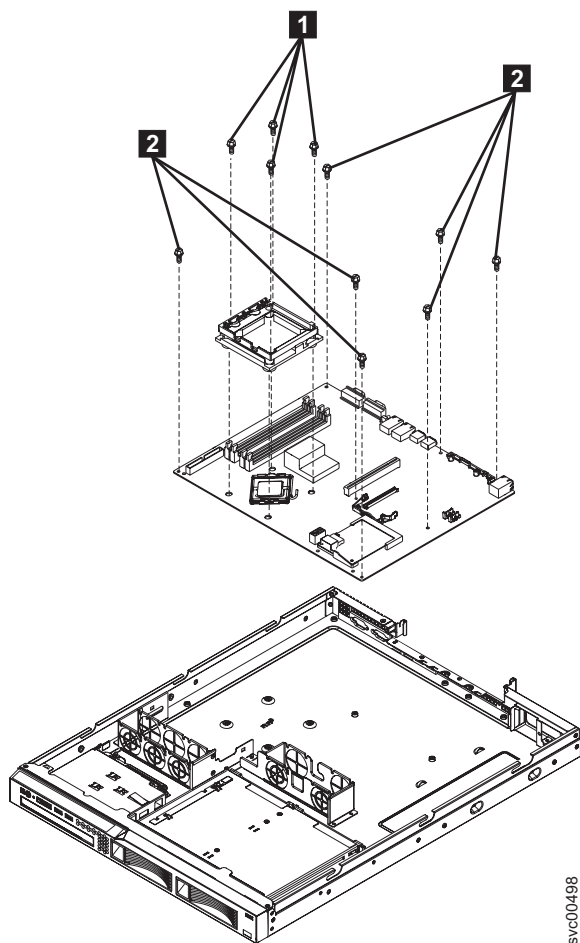

図 278. SAN ボリューム・コントローラー 2145-8A4 システム・ボードとマイクロプロセッサ保持モジュール
16. マイクロプロセッサ保持モジュールの向きに注意してから、マイクロプロセッサ保持モジュールをシステム・ボードに固定している 4 本のねじ (327 ページの図 278 の **1**) を取り外します。そして、保持モジュールをサーバーから持ち上げます。
17. システム・ボードをシャーシに固定している残り 8 本のねじ (図 278 の **2**) を取り外します。ねじを安全な場所に置きます。